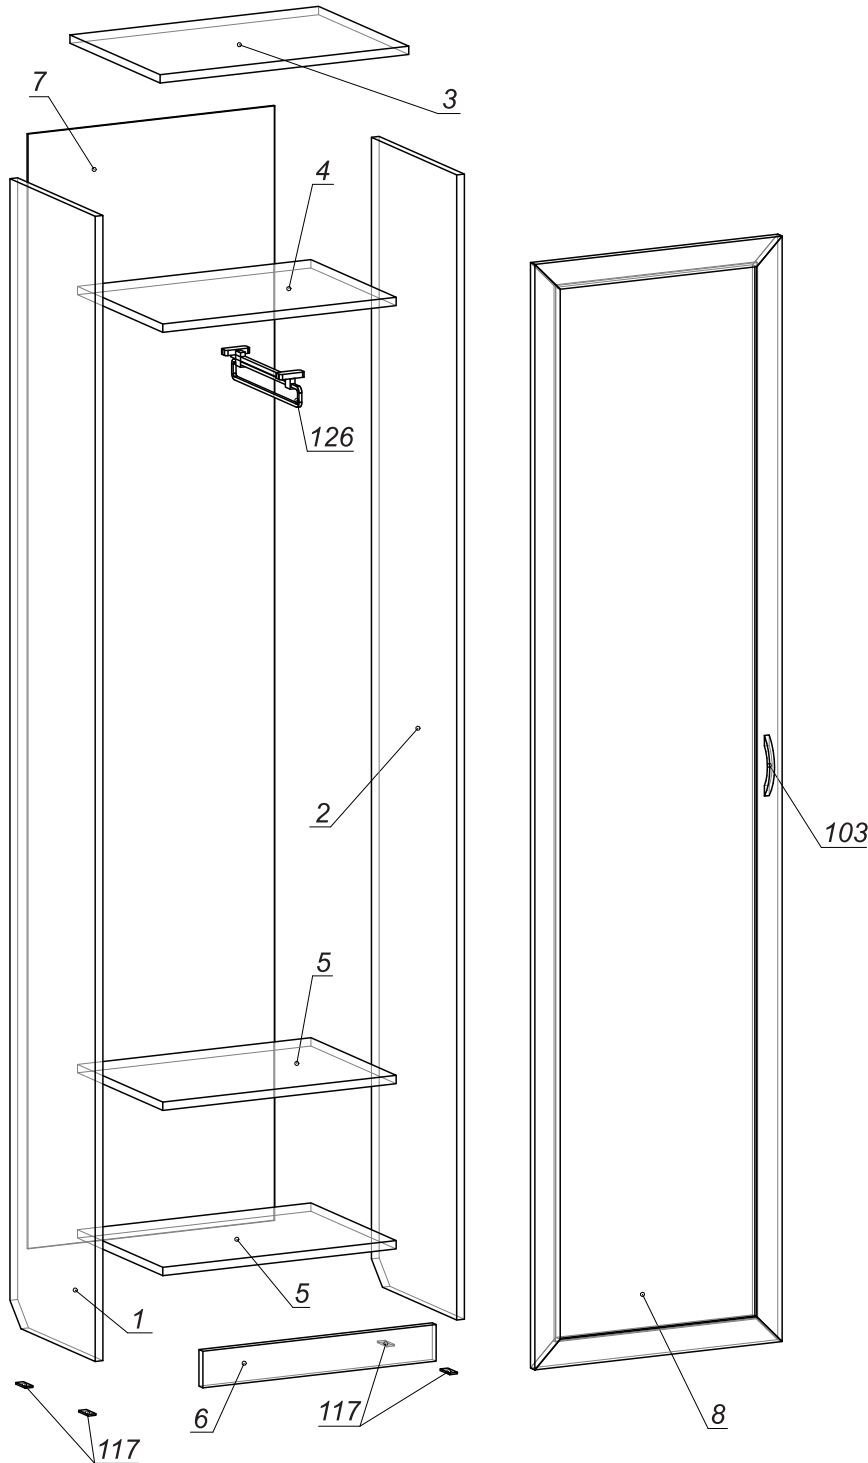

рис. 1
3. На посадочные места деталей 1 или 2 установить подпетельники (100) с помощью евровинтов (рис. 1);
4. На посадочные места двери (8) установить петли (100) с помощью саморезов (111) (рис. 1);
5. На посадочные места детали 4 установить штангу (126) с помощью саморезов (111);
6. Согласно схеме сборки, с помощью шурупной стяжки (106) соединить детали 1, 2, 4, 5 и 6. К деталям 1 и 2 присоединить крышку (3);
8. Задний полк (7) прибить гвоздями (115) к деталям 1, 2, 3, 4 и 5;
9. Навесить дверь (8) и отрегулировать её положение с помощью регулировочных винтов на петлях (рис. 1);
10. С помощью винтов (113) установить ручку (103) на дверь (8);
11. Во внешние стяжки (106) установить заглушки (116).
12. После сборки изделия, соединить его с сопрягаемым шкафом межсекционной стяжкой (118), для чего, после установки изделия на место, просверлить в стенке сопрягаемого шкафа два отверстия диаметром 5мм или прикрепить к стене с помощью подвесов (128) и дюбелей (135).